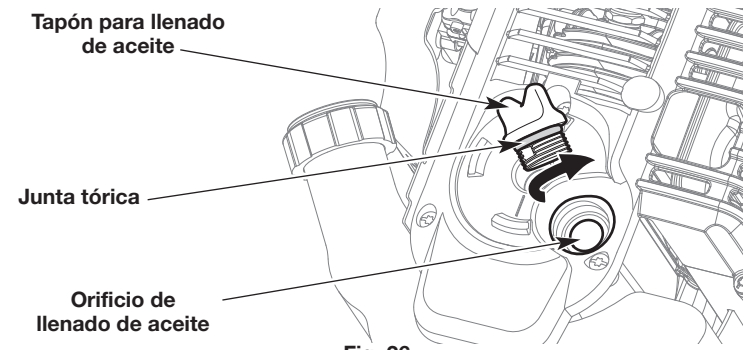

Fig. 26
3. Limpie la zona que rodea el tapón de llenado de aceite (Fig. 26) a fin de evitar que ingresen residuos en el orificio de carga de aceite (Fig. 26).
7. Compruebe que la junta tórica esté en su lugar en el tapón de llenado de aceite (Fig. 26).
1. Limpie la zona que rodea el tapón de llenado de aceite (Fig. 26) a fin de evitar que ingresen residuos en el orificio de carga de aceite.
5. Vierta 3.04 onzas líquidas (90 ml) de aceite SAE 30 dentro del orificio de llenado de aceite (Fig. 26).